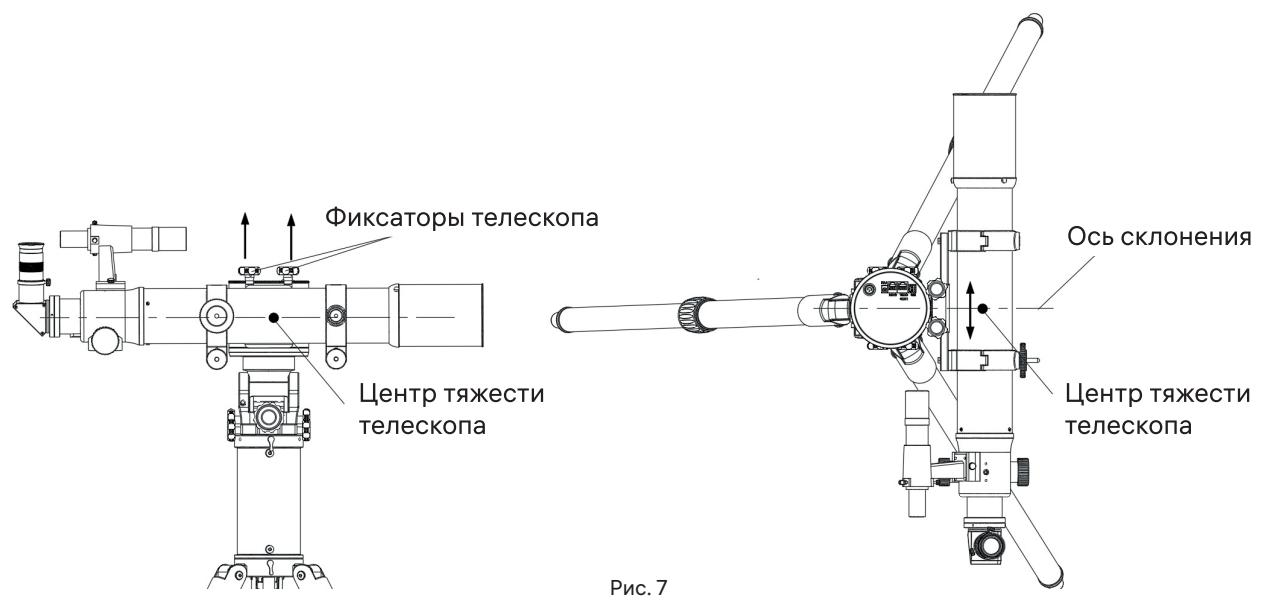

Рис. 7
- Используйте приложение SynScan Pro для поворота двух осей и выравнивания телескопа с помощью фиксаторов на верхней части оптической трубы телескопа (рис. 7).
- Отрегулируйте положение телескопа (перемещая крепежную пластину «ласточкин хвост» в зажиме или перемещая телескоп в кольцах), чтобы сохранить равновесие телескопа по оси склонения (рис. 7 и 8).